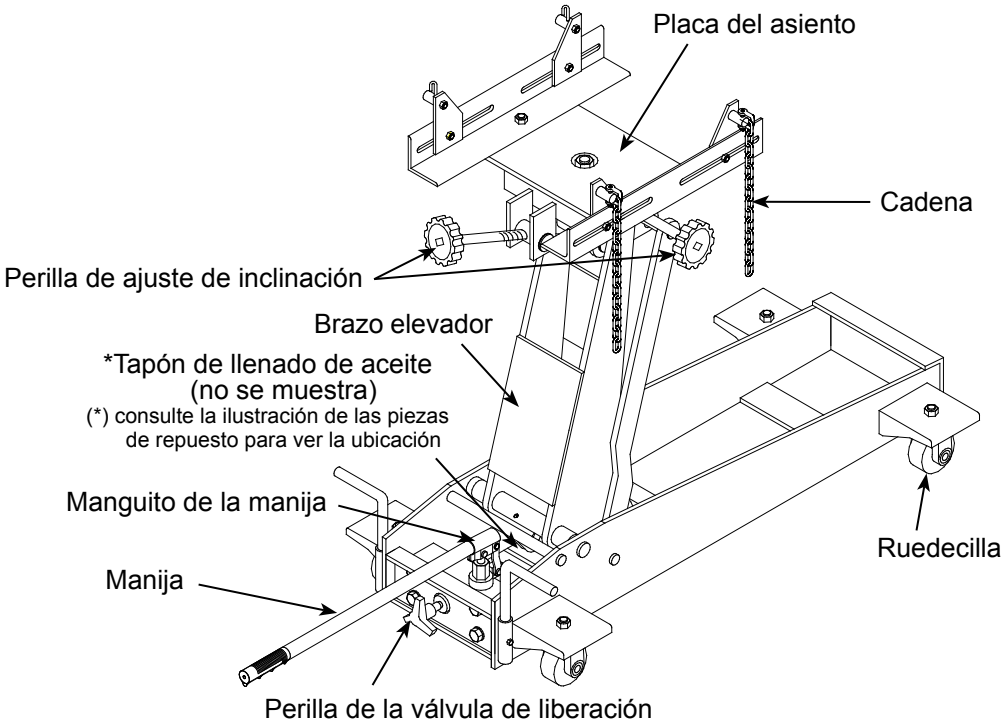

Figura 1: Componentes habituales de un gato de transmisión (se muestra 42000C)
- 1. Verifique que el producto y la aplicación sean compatibles; si tiene dudas, llame al Servicio técnico de Omega al (888) 332-6419.
- 3. Para familiarizarse con el funcionamiento básico, ubique y gire la perilla de la válvula de liberación (consulte la Figura 1):